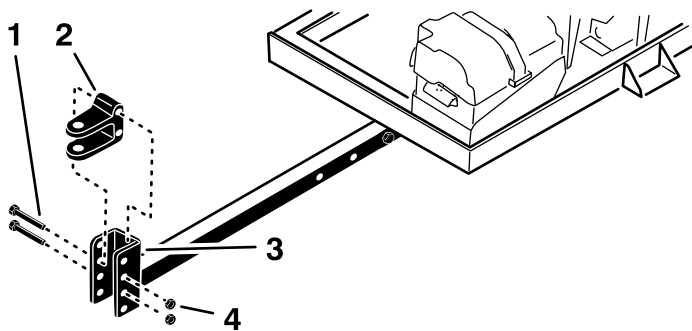

Figura 5
3. Retire os 2 parafusos e as 2 porcas de bloqueio que fixam a forquilha de engate (Figura 5) ao tubo de engate.
- Monte a forquilha de engate ao tubo de engate com os 2 parafusos e as 2 porcas de bloqueio (Figura 5).